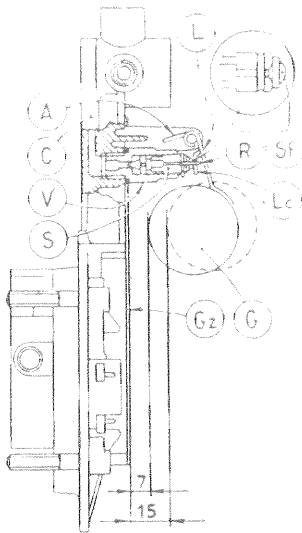

Fig. 21. — Vérification du niveau du flotteur sur carburateur Weber 32 DIR
**VERIFICATION DU NIVEAU DU FLOTTEUR (fig. 21)**